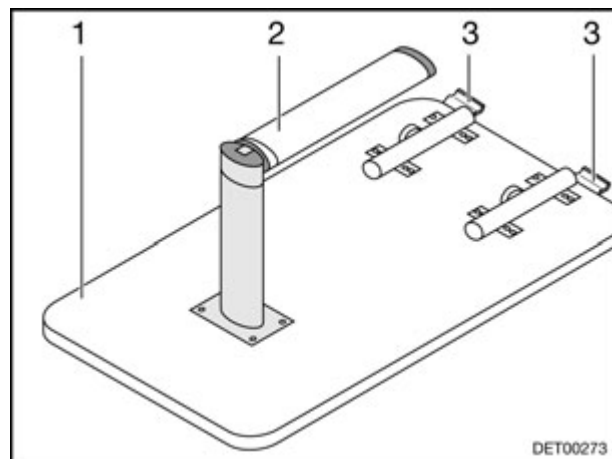
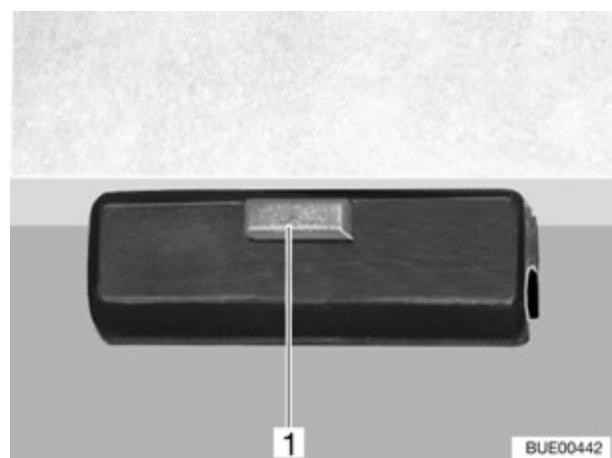

Fig. 58 Base de cama
Fig. 59 Bloqueo
- Levantar ligeramente por delante el tablero de la mesa (Fig. 58,1).
- Tirar hacia abajo de la parte inferior de la pata de la mesa (Fig. 58,2) y abatirla 90°.
- En el bloqueo (Fig. 58,3) pulsar el botón de desbloqueo (Fig. 59,1).